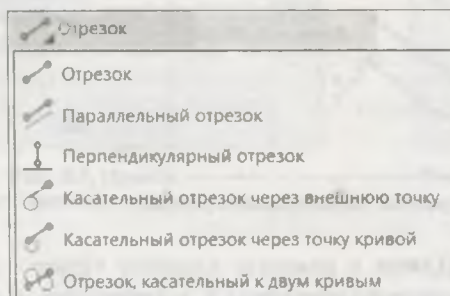

Рис. 5.5. Выпадающая панель кнопки **Отрезок**
- ♦ из панели инструментов **Геометрия** — щелкнув ЛК мыши по черному треугольнику кнопки **Отрезок**  до появления панели с группой команд (рис. 5.5) и выбрав команду из выпадающего списка;